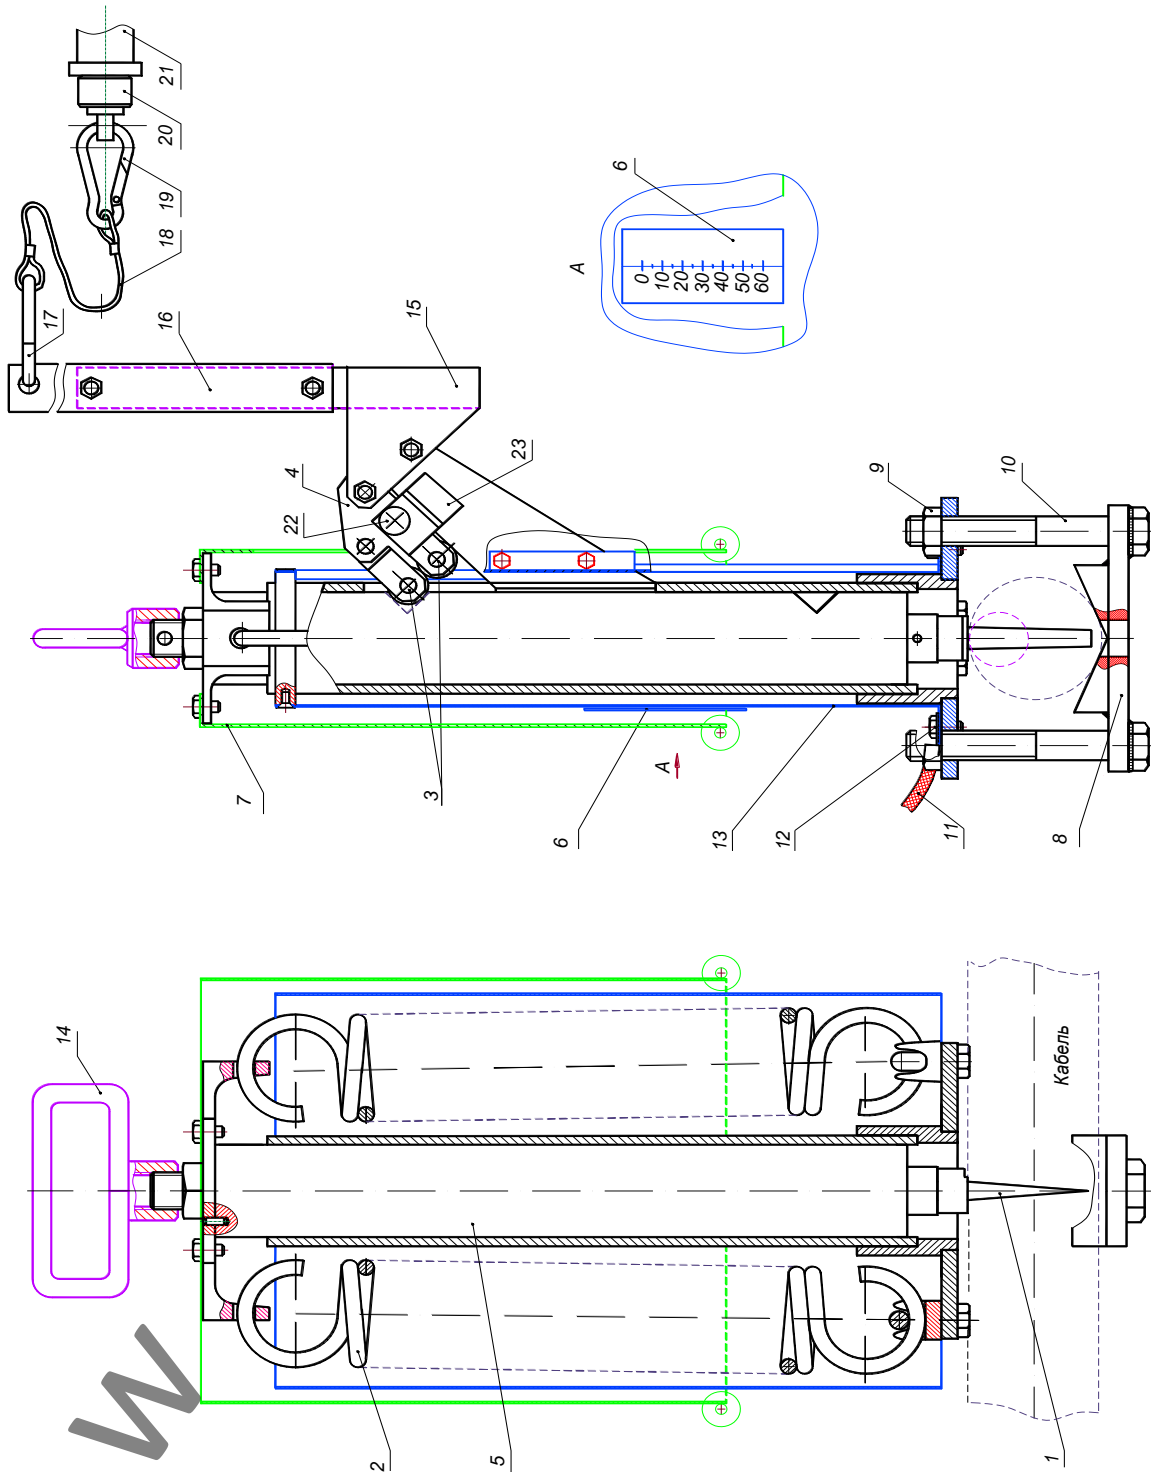

Рис.1
В пп.3.1—3.7 приведены ссылки на рисунок 1.
*В пп. 4.9—4.10 приведены ссылки на рисунок 1.*
*В пп. 4.1—4.6 приведены ссылки на рисунок 1.*